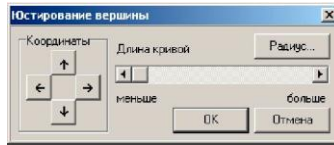

Рис.12. Меню юстирования вершины
*Юстировать* - функция позволяет изменить в незначительных пределах положение вершины вертикальной кривой; изменение параметров происходит динамически (рис. 12).